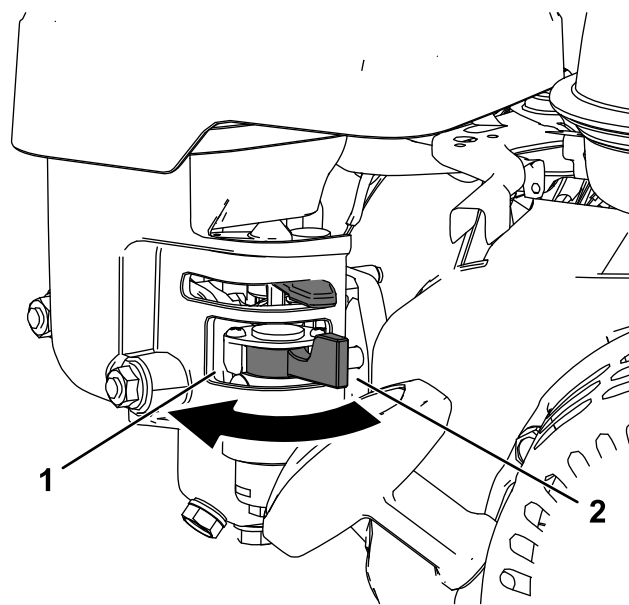

图 13
- 要打开燃油阀请将燃油切断阀手柄转向反冲启动手柄图 13。
- 要关闭燃油阀请将燃油切断阀手柄转离反冲启动手柄图 13。